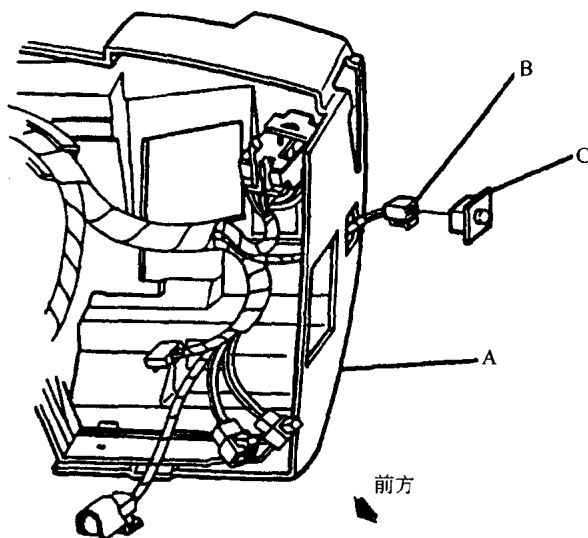

图 1-1 更换机油灯归零 (仅适用于 1994 年车型)
2. 找出仪表板左侧、靠近熔断器板的更换机油归零按钮。见图 1-1。